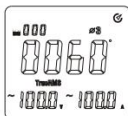

Figura 11-3
- Apăsați tasta SELECT pentru a selecta locația celei de-a 3-a faze, așa cum se arată în Figura 11-3. De asemenea, poate afișa puterea aparentă, tensiunea și curentul locației fazei 3.